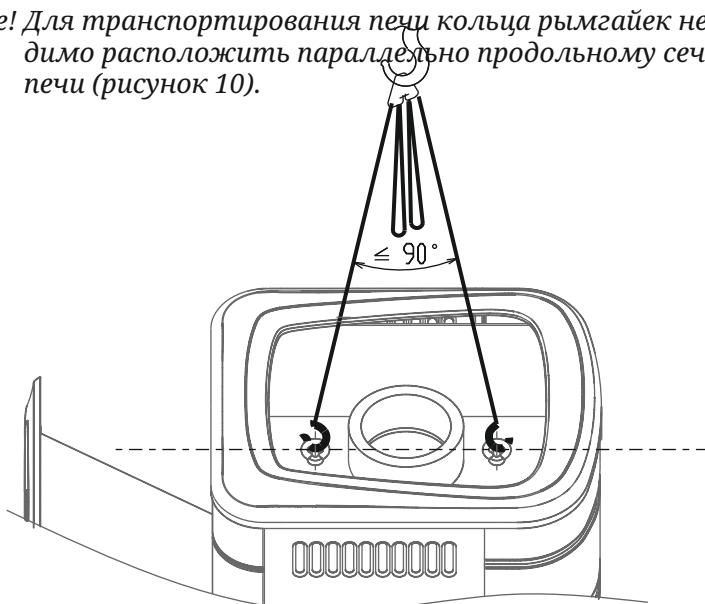

Рисунок 10. Место расположения канатов или цепей для подъема печи
*Внимание! Для транспортирования печи кольца рымгайек необходимо расположить параллельно продольному сечению печи (рисунок 10).*